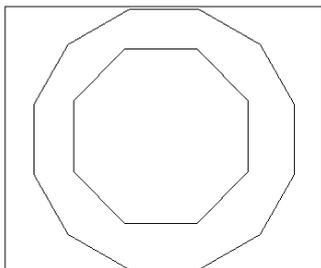

图 16-11
- (2) 重复上述指令，作外接圆半径为 60 的正十二边形，结果如图 16-11 所示。
- (3) 生成实体。单击按钮或者在命令行直接输入 extrude。